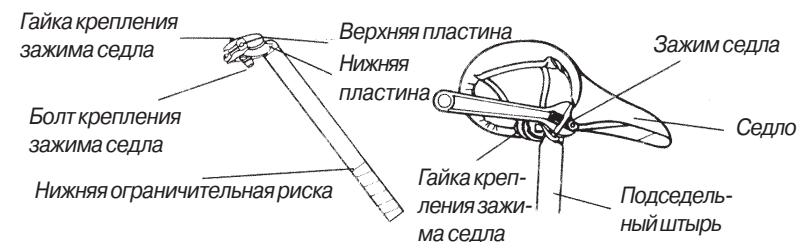

Рис. 20
2. В зависимости от типа используемого на вашем велосипеде подседельного штыря на зажиме седла могут использоваться болт или гайка. Проверьте, чтобы они были надежно затянуты (см. рис. 20.).